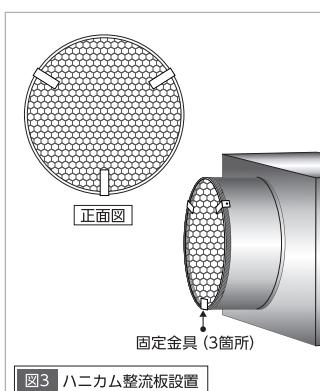

図3 ハニカム整流板設置
- ① ハニカム整流板を吹出口内に挿入します。
- ② 【図3】を参照して固定金具を設置します(この際、固定金具の向きに注意してください)。